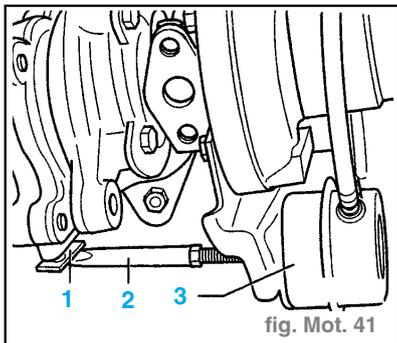

fig. Mot. 41
- Lancer le moteur et l'amener au régime maxi en enfonçant subitement l'accélérateur. La tringle de commande (2) doit se déplacer. (fig. Mot. 41)